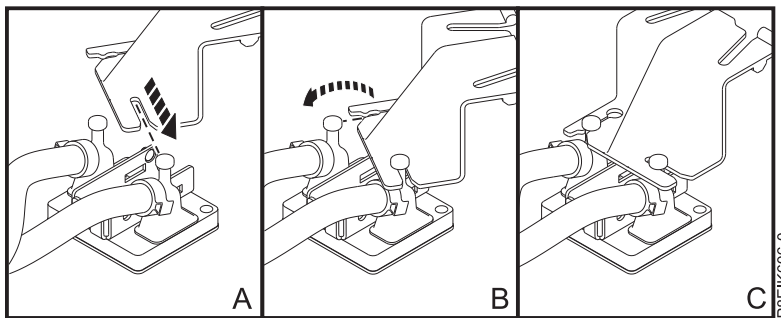

Figure 18. Insertion des broches d'une plaque froide dans la pince
- b. Engagez une broche de la plaque froide dans l'encoche correspondante de la pince (voir **A** figure 18). Laissez la broche s'engager dans l'encoche sans forcer.
- c. Faites pivoter la plaque froide de manière à engager l'autre broche dans l'autre encoche de la pince (voir **B** figure 18). Laissez la broche s'engager dans l'encoche sans forcer.